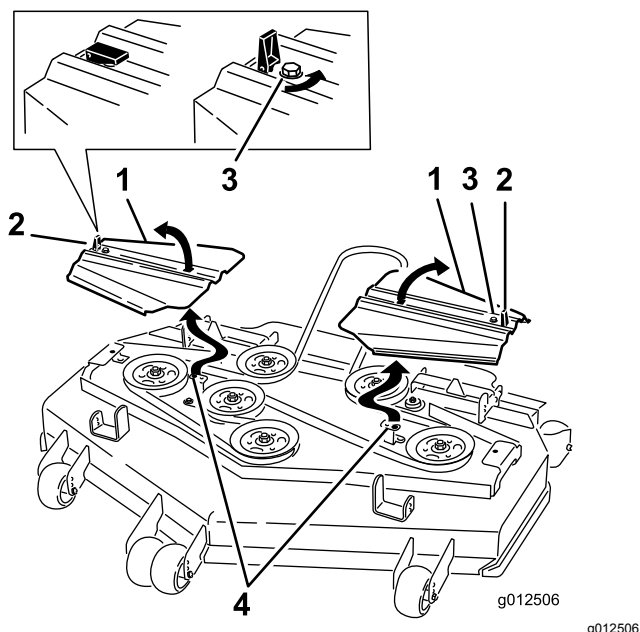

Bild 61
14. Setzen Sie die Riemenabdeckungen auf. Die Nasen sollten in den Schlitzen stecken. Setzen Sie die Schrauben und schließen Sie die Laschen (Bild 61).